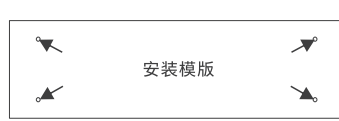

图1
3. 如图1，将安装模板粘贴在指定位置的天花板上，并根据安装模板上的4个安装孔，用记号笔依次记好位置。